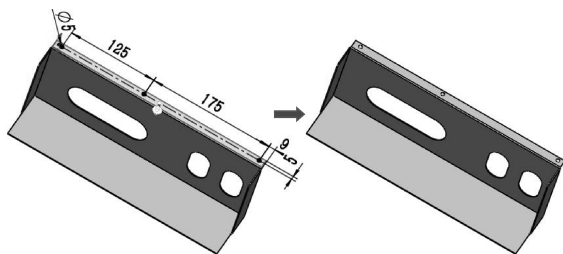

图 6-29 切除支架固定孔
- 08 单击【确定】按钮后，在弹出的【拉伸切除】属性面板中勾选【与厚度相等】复选框，创建支架固定孔的切除，如图 6-29 所示。